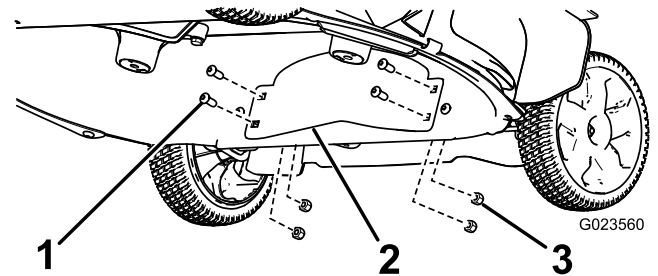

Figura 4
- Retire los 4 pernos y las 4 tuercas de la parte delantera de la carcasa de la máquina (Figura 4).
- Instale el deflector con los 4 pernos y las 4 tuercas que retiró en el paso 1 (Figura 4).